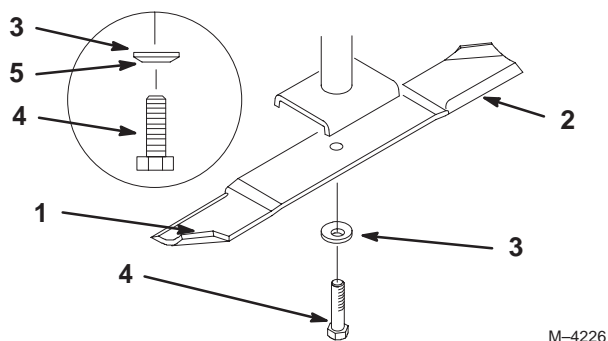

Figure 38
1. Tenez la lame à son extrémité avec un chiffon ou un gant épais. Retirez le boulon, la rondelle élastique et la lame de l'axe de la lame (Fig. 38).
2. Vérifiez l'équilibre de la lame en la plaçant sur un équilibreur (Fig. 37). Si la lame reste horizontale, elle est équilibrée et peut être utilisée. Si la lame est déséquilibrée, limez un peu l'extrémité de la partie incurvée seulement (Fig. 38). Répétez la procédure jusqu'à ce que la lame soit équilibrée.
1. Placez la lame sur l'axe (Fig. 38).
2. Installez la rondelle élastique et le boulon de la lame (Fig. 38). **Serrez le boulon de lame à 115–150 Nm (85–110 pieds-livre).**